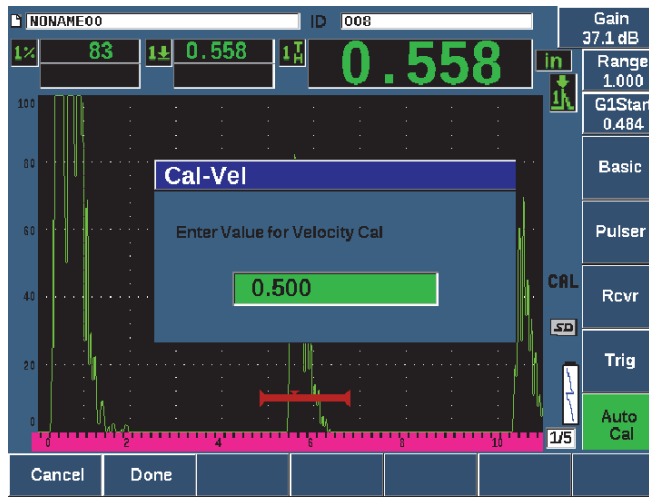

Figure 3-16 Valeur d'étalonnage de la vitesse
13. À l'aide de la molette de réglage ou des flèches, réglez la valeur affichée à l'épaisseur appropriée. Dans cet exemple, la sonde est placée sur un gradin de 12,5 mm (voir la Figure 3-16 à la page 79).